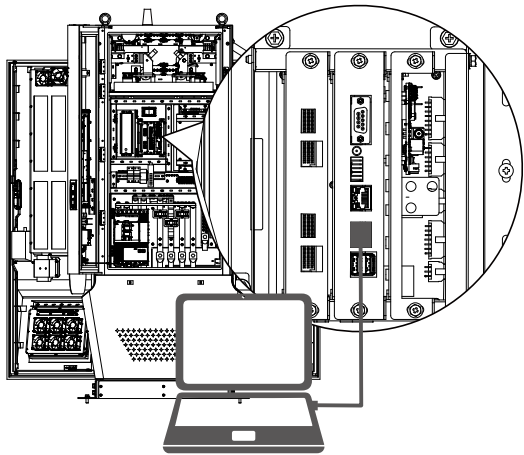

Figura 30. Porta RJ-45
- Collegare un cavo RJ45. Vedere la figura 30.